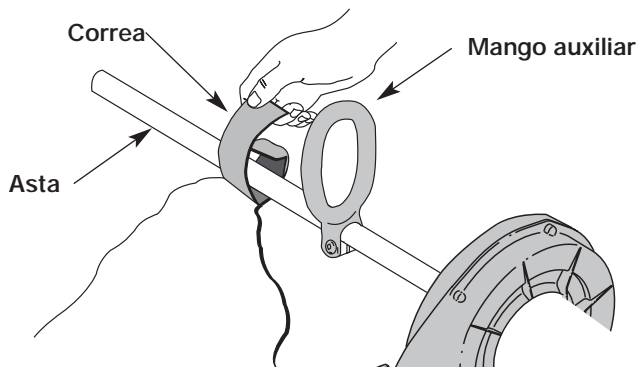

Fig. 2
4. Fije la correa al asta, por encima del mango auxiliar ubicado en el cabezal motorizado. (Fig. 2)
3. Mientras sostiene con firmeza el bastidor del eje superior, tire del accesorio de soplador/aspiradora hacia afuera del acoplador (Fig. 2).